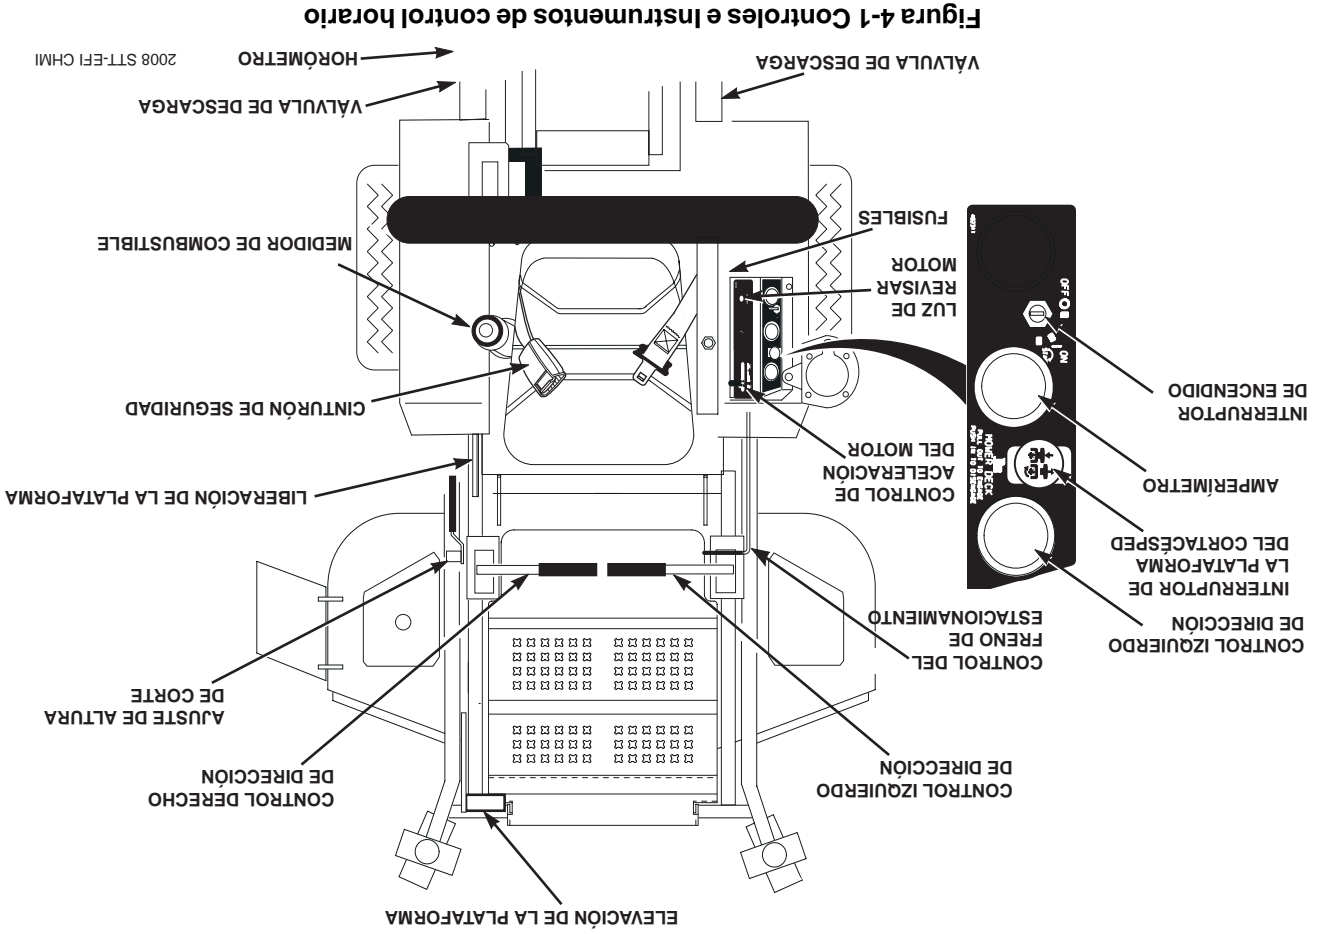

Figura 4-1 Controles e Instrumentos de control horario
5. **Horómetro (Figura 4-1).** Indica el número de horas que ha operado el motor. Opera cuando el interruptor de la llave de encendido está en la posición ON. Ha fijado los recordatorios para el mantenimiento del motor y los cambios de aceite del sistema hidráulico. El mantenimiento programado empezará a destellar 2 horas antes de la hora establecida y continuará destellando hasta 2 horas después. Reinicia automáticamente.
6. **Portafusibles (Figura 4-1).** Dos fusibles de 20 Amp protegen el sistema eléctrico del cortacésped. Para reemplazar los fusibles, retire el fusible del zócalo e instale uno nuevo.
7. **Control izquierdo de dirección (Figura 4-1).** Usado para controlar la rueda izquierda del cortacésped al avanzar hacia adelante o en reversa.
8. **Control derecho de dirección (Figura 4-1).** Usado para controlar la rueda derecha del cortacésped al avanzar hacia adelante o en reversa.
9. **Control del freno de estacionamiento (Figura 4-1).** Usado para accionar y desconectar los frenos de estacionamiento. Tire de la palanca para accionar los frenos de estacionamiento. Presione la palanca para desconectar los frenos de estacionamiento.
10. **Indicador de combustible (Figura 4-1).** Indica la cantidad de combustible en el tanque.
12. **Palanca de pie de elevación de plataforma (Figura 4-1).** Usada para levantar y bajar la plataforma de corte.
13. **Ajuste de la altura de corte (Figura 4-1).** Usado para poner la plataforma de corte en la altura de corte deseada.
14. **Palanca de liberación de la plataforma (Figura 4-1).** Usada para trabar la plataforma de corte en la
15. **Indicador de temperatura (Figura 4-1).** Indica la temperatura de operación del motor. Se usa en máquinas cortacésped con motores enfriados por líquido solamente.
16. **Cinturón de seguridad (Figura 4-1).** Usado para asegurar al operador. El cinturón de seguridad debe usarse solo cuando la barra contra vuelco esté en posición vertical y bloqueada.
17. **Luz de comprobación de motor (Figura 4-1).** Indica la operación de la inyección eléctrica de combustible Kohler (EFI). Si ocurre un problema con el motor, la luz destellará un código. Consulte con su distribuidor autorizado de Scag para diagnóstico y reparación.
1. Interruptor de encendido (Figura 4-1). El interruptor de encendido se usa para arrancar el motor y tiene tres posiciones; OFF, ON, y START.
2. **Interruptor de la plataforma del cortacésped (Figura 4-1).** Usado para accionar y desconectar el sistema de transmisión del cortacésped. Tire del interruptor para accionar la transmisión de plataforma. Presione el interruptor para desconectar la transmisión de plataforma.
3. **Control de aceleración del motor (Figura 4-1).** Usado para controlar la velocidad de motor. Presionando la palanca hacia abajo aumenta la velocidad del motor. Tirando de la palanca hacia atrás disminuye la velocidad del motor. La posición completamente hacia atrás es la posición de **MARCHA EN VACÍO**. La posición de corte es la de más adelante.
4. **Voltímetro (Figura 4-1).** Indica la condición de carga del sistema. Cuando el motor está funcionando, la aguja debe estar hacia el extremo positivo del medidor. Si la aguja está hacia el extremo negativo del medidor, esto indica una condición de descarga y la máquina debe ser llevada para darle servicio.